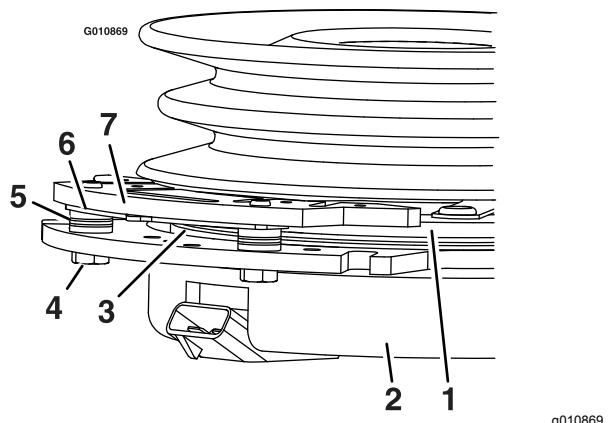

## Bild 74
3. Entfernen Sie den Staubdeckel vom Laufrad und ziehen Sie die Sicherungsmutter an (Bild 74).
4. Ziehen Sie die Sicherungsmutter so weit fest, dass die Federscheiben flach liegen und schrauben dann um Viertelumdrehung zurück, um die Lager richtig vorzuspannen (Bild 74).
**Wichtig:** Achten Sie darauf, dass die Federscheiben richtig eingesetzt sind, siehe Bild 74.
5. Setzen Sie den Staubdeckel auf (Bild 74).